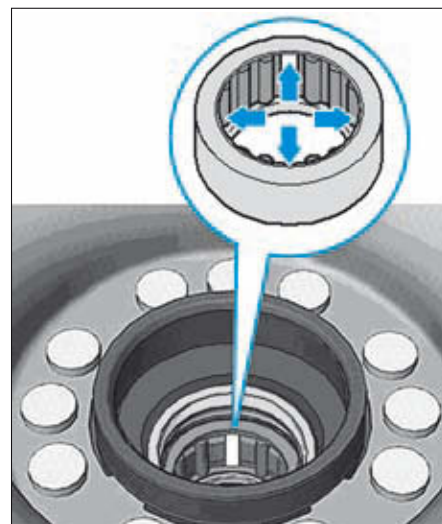

FIG. 6
- Les roulements à aiguilles montés sont garnis de rouleaux sur tout leur pourtour, ou bien il manque un rouleau sur 4. Cela ne signifie pas pour autant que le roulement à aiguilles est défectueux. Les roulements à aiguilles sur lesquels il manque un rouleau sur 4 (flèches) (Fig.6) doivent être systématiquement remplacés. Les roulements à aiguilles neufs sont garnis de rouleaux sur tout leur pourtour.